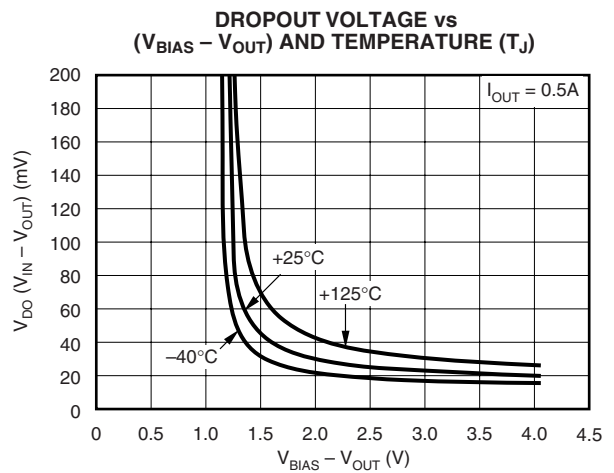

図 8
(1) 可変出力電圧製品は0.8Vでテストされています。電圧設定抵抗の公差は考慮されません。
(2) ドロップアウトは、 V_{OUT} が公称値より3%低下した時の V_{IN} - V_{OUT} 間の電圧として定義されています。
(3) 本製品は1.62Vでテストされており、図8を参照して調整することができます。
(1) 1.62Vは本製品の出荷時テスト条件です。図8を参照して調整可能です。